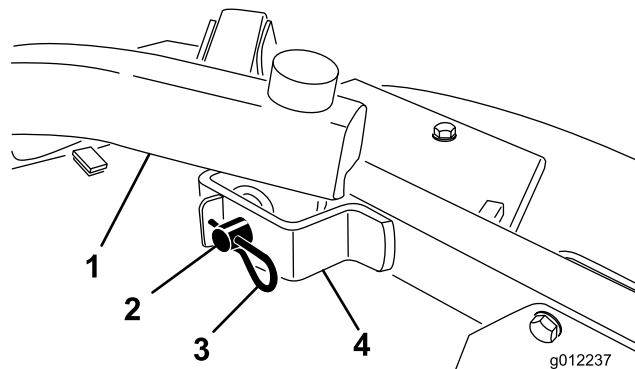

Figura 24
2. Retire os contrapinos tipo grampo e pinos de segurança que fixam os braços de elevação aos suportes do braço da roda giratória (Figura 24).